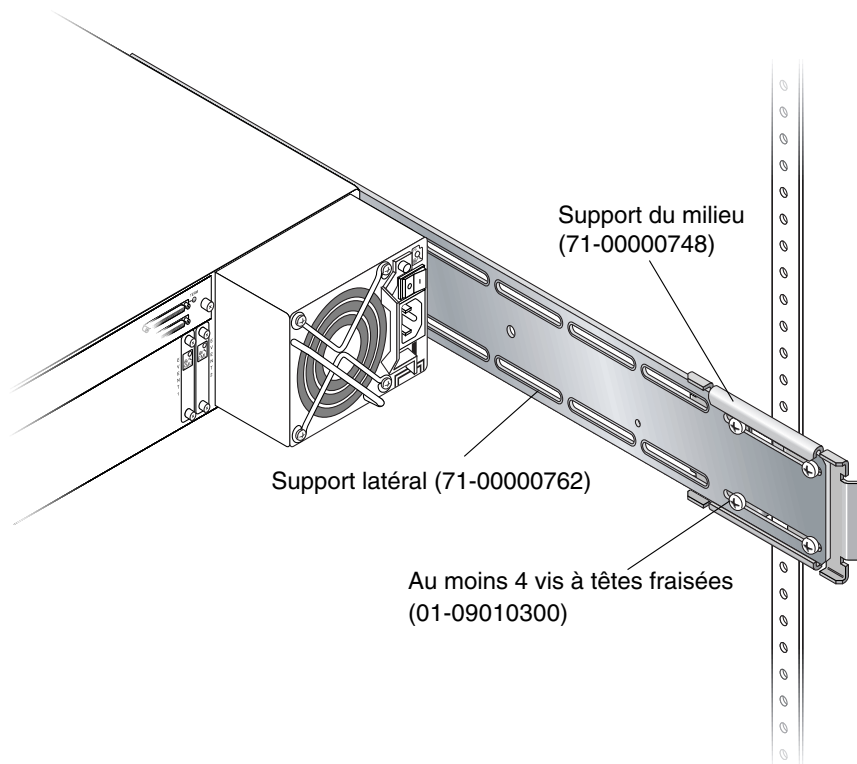

FIGURE 2-12 Exemple d'assemblage de supports du milieu et latéraux
- 8. Fixez chaque support latéral sur un support du milieu (voir FIGURE 2-12).**